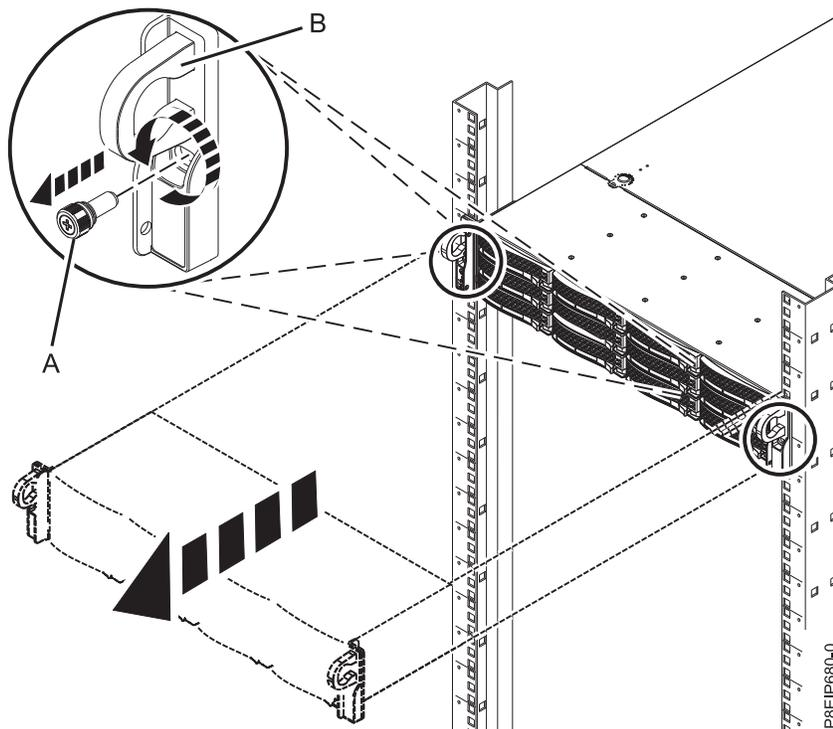

Figura 74. Removendo os parafusos frontais e removendo o sistema do rack
3. Remova os parafusos frontais (A) que prendem o sistema ao rack de ambos os lados do sistema, conforme mostrado na Figura 74.